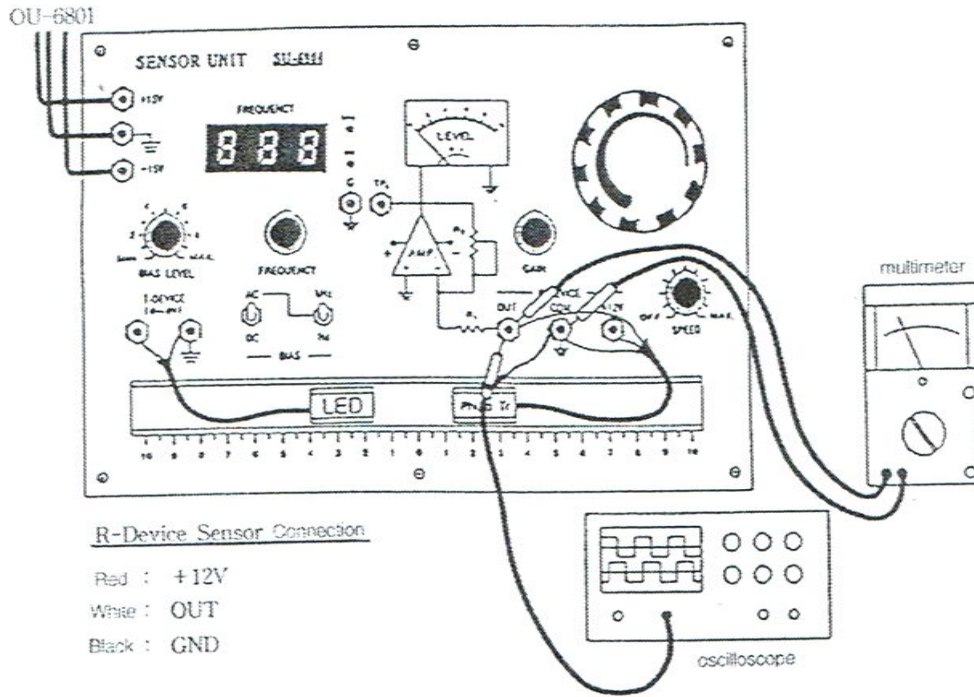

Fig.4.3. Schéma de connexion.
6. Déconnectez les fils de la photo transistor. Connectez le voltmètre à la sortie du capteur photosensible et à la masse (figure 4.3).